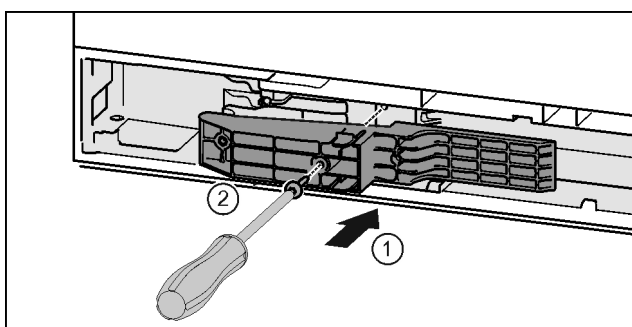

Fig. 36 *
- ▶ Umetnite adapterski element na strani ručke u otvor. Fig. 36 (1)*
- ▶ Odvijačem T15 čvrsto pritegnite vijke. Fig. 36 (2)*